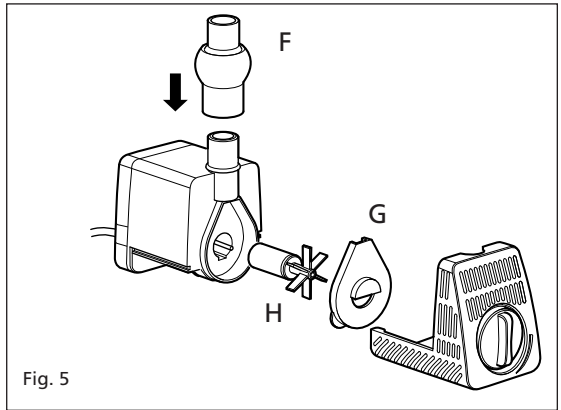

Fig. 5
4. Złącze kulowe – patrz rys. 5 (F) - wpasowane jest w wylot pompy, a teleskopowy trzon wciśnięty w jego górną część. W ten sposób można wyregulować kąt ustawienia fontanny, ustawiając trzon w pozycji pionowej.
4. Шаровое шарнирное соединение (См. Рис. 5 (F)) надевается на выпускной патрубок насоса, а сверху вставляется телескопический стержень. В дальнейшем он может использоваться с целью регулировки угла распыскивателя и придания ему вертикального положения.
4. Вытащите ротор из корпуса мотора. См. Рис. 5 (H).